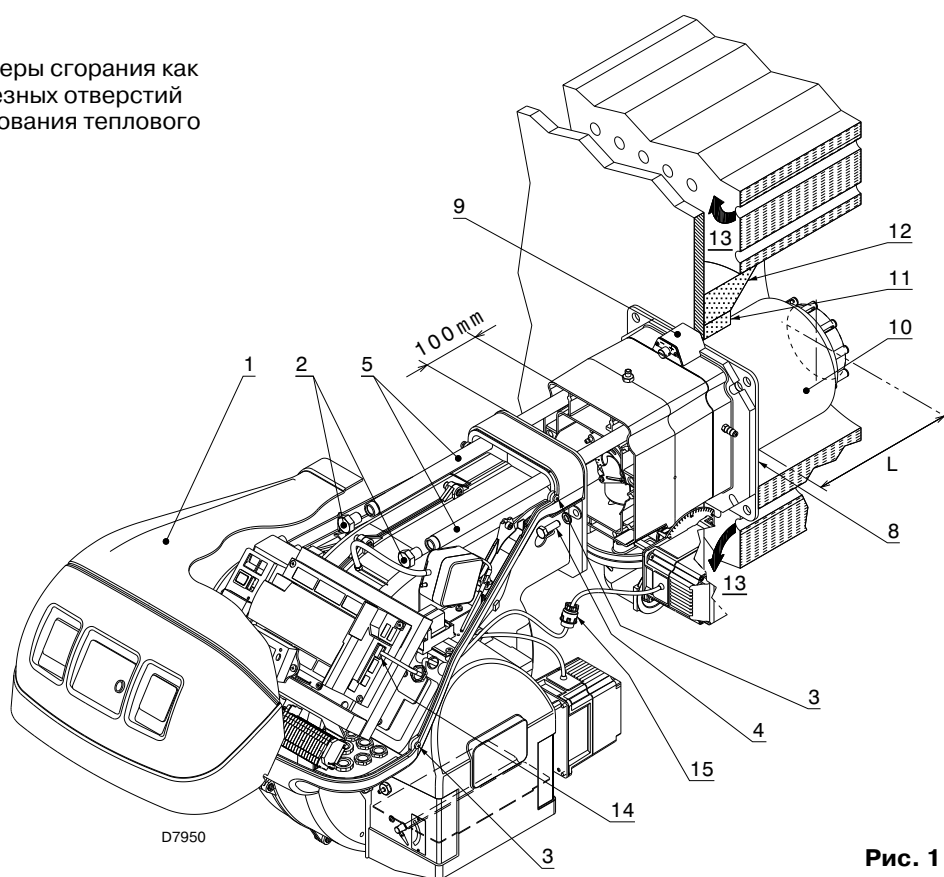

Рис. 11
Для котлов с передними оборотами дыма 13), или с камерой инверсии пламени выполните защитное приспособление из огнеупорного материала 11) между футеровкой котла 12) и форсунки 10). Защитное приспособление должно позволять вынимание форсунки. См. Рис. 11.
Отделить головку горения от остальной горелки, Рис. 11.
Выполнив эту операцию, прикрепите фланец 9)(Рис. 11) к пластине котла, используя изолирующий экран 8)(Рис. 11), входящий в поставку горелки.
- снова установите горелку на направляющие 3) примерно на 100 мм от муфты 4) - положение горелки указано на Рис. 11;
- подсоедините вилку серводвигателя 14)(Рис. 11) и закрутите кабельный зажим 15)(Рис. 11);